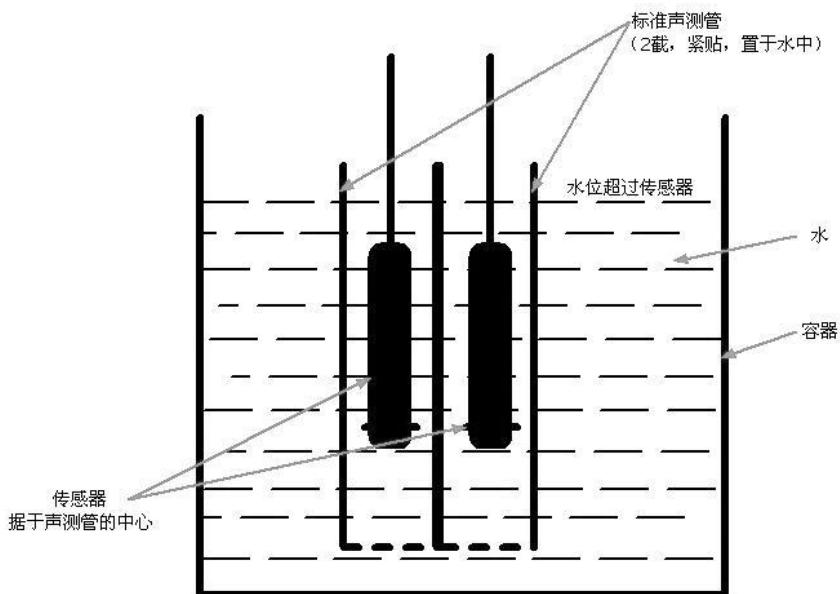

图 3.12.2 径向换能器校正
- ① 将两根径向换能器与仪器连接，将两根换能器置于装满清水的水桶中，如有条件可以先将两根基桩声测管紧贴放入水桶中，再将换能器放入声测管中，如图 3.12.2 所示；